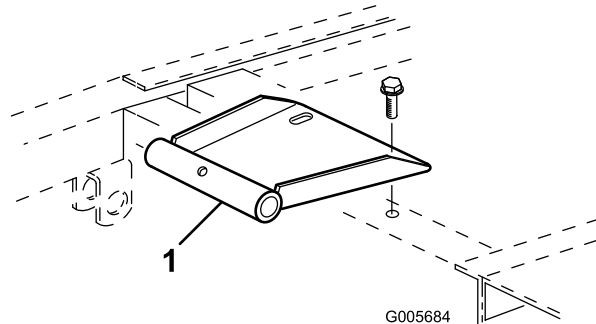

Figure 8
- 2. Fixez le support de pivot du siège au bâti avec 2 vis à embase fournies avec le kit (Figure 8).
4. Fixez le support de pivot du siège au bâti avec (2) vis à embase fournies avec le kit (Figure 8).